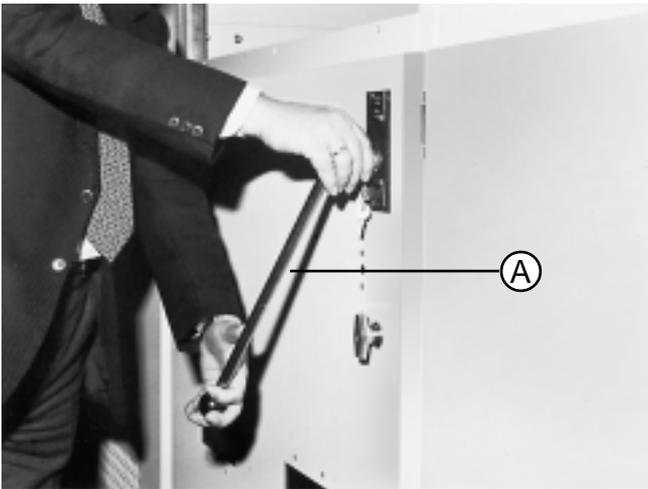
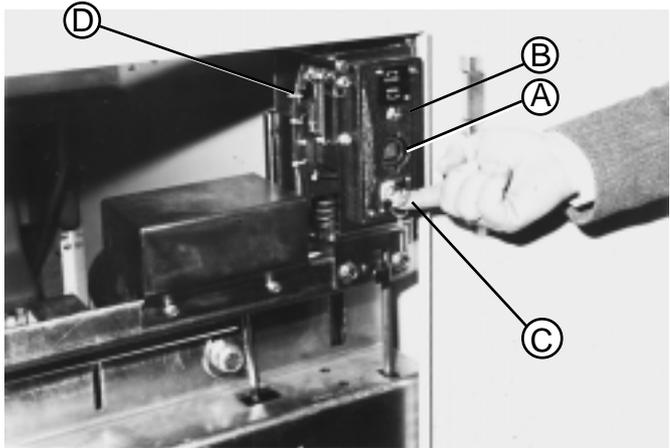

Fig. 4
Fig. 5
- Actionnement: une fois que le levier de commande (A - fig. 4) a été introduit dans son siège (A - fig. 5) et que son mouvement de rotation a commencé, il reste verrouillé jusqu'à l'achèvement de la manoeuvre.
- Verrouillage électrique: appuyer sur le poussoir (A - fig. 5) pour exciter l'électro-aimant, et introduire le levier de manoeuvre (A - fig. 4).
- Verrouillage à clé: introduire la clé dans la serrure (C - fig. 5) et la tourner dans le sens d'environ 90° dans le sens des aiguilles d'une montre, puis introduire le levier de manoeuvre (A - fig. 4).
- Fermeture du sectionneur: vérifier l'approbation des verrouillages cités au § 1.2.1; insérer le levier de manoeuvre (A - fig. 4) et le tourner de 180° dans le sens contraire aux aiguilles d'une montre.
- Ouverture du sectionneur: vérifier l'approbation des verrouillages cités au § 1.2.1; insérer le levier de manoeuvre (A - fig. 4) et le tourner de 180° dans le sens des aiguilles d'une montre.
- Activation: once the operating lever (A - fig. 4) has been inserted in its seat (A - fig. 5) and its rotation started, it remains locked until the operation has been completed.
- Electric lock: press the pushbutton (B - fig. 5) to energise the electromagnet and insert the operating lever (A - fig. 4).
- Key lock: insert the key in the lock (C - fig. 5) and turn it about 90° clockwise, then insert the operating lever (B - fig. 4).
- Earthing switch closure: check that there is consent of the locks mentioned in point 1.2.1. Insert the operating lever (A - fig. 4) and turn it 180° anticlockwise.
- Earthing switch opening: check that there is consent of the locks mentioned in point 1.2.2. Insert the operating lever (A - fig. 4) and turn it 180° clockwise.
- S'il n'y a que le verrouillage électrique, lever le ressort à lames (A-fig. 6) qui entraîne avec lui l'électro-aimant, ce qui permet d'introduire partiellement le levier de commande (A - fig. 4).
- Tirer le levier latéralement (D - fig. 5) et insérer à fond le levier de commande (A - fig. 4), et fermer le sectionneur de terre en tournant dans le sens contraire aux aiguilles d'une montre.
- S'il n'y a que le verrouillage à clé, tourner la clé de déblocage (C - fig. 5) d'environ 90° dans le sens contraire aux aiguilles d'une montre, ce qui permet d'introduire partiellement le levier de manoeuvre; pour fermer le sectionneur, exécuter l'opération comme au point d.
- If there is only the electric lock, lift the balance spring (A - fig. 6) which drags the electromagnet with it, allowing partial insertion of the operating lever (A - fig. 4).
- Pull the lever sideways (D - fig. 5) and fully insert the operating lever (A - fig. 4) and close the earthing switch by turning it anticlockwise.
- If there is only the key lock, turn the release key (C - fig. 5) anticlockwise by about 90° allowing partial insertion of the operating lever. To close the switch, carry out the operation in point d.